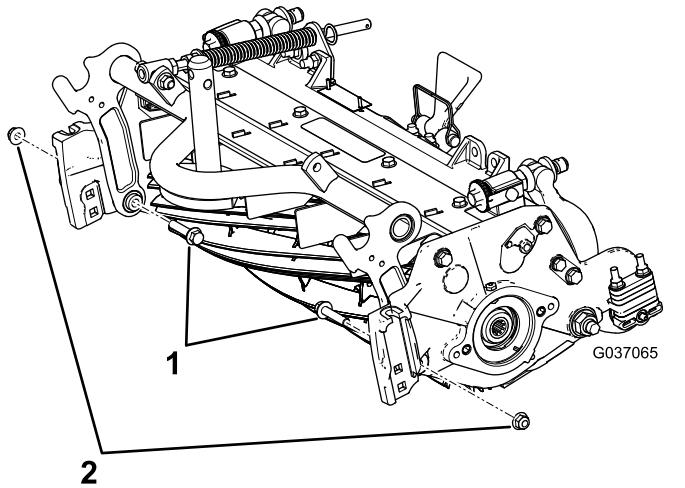

図 5
- B. フランジヘッドボルト2本をカッティングユニットの内側から取り付けてフランジナット $\frac{3}{8}$ "で固定する図5。